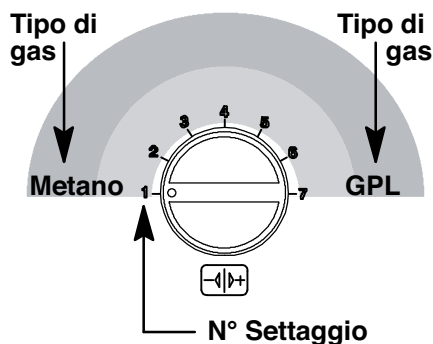

Figura 8.8
- Per cambiare il settaggio ruotare la manopola regolazione temperatura sanitaria 10 e posizionarla sulla posizione prescelta, vedi anche Figura 8.8.